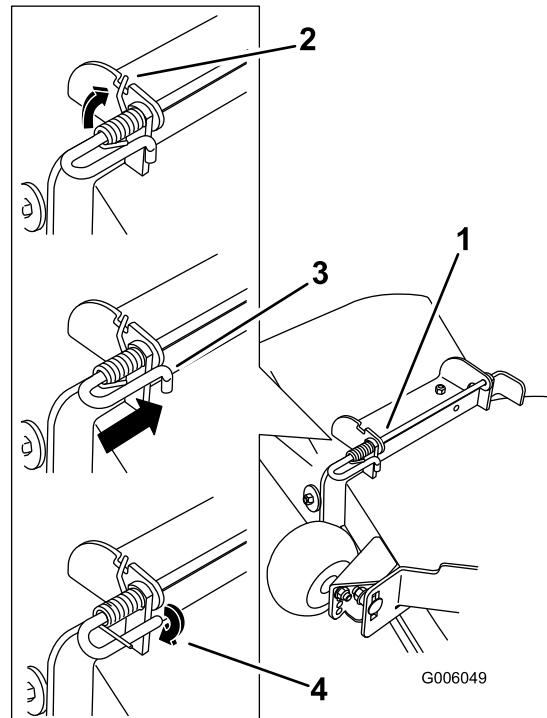

Bild 77
- 5. Befestigen Sie die Stange und Feder, indem Sie diese so drehen, dass das kurze Ende der Stange hinter die vordere Halterung passt, die an das Mähwerk geschweißt ist (Bild 77).